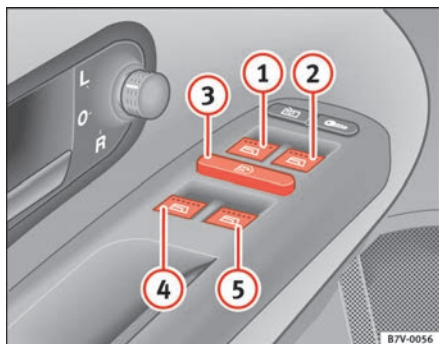

Abb. 64 Ausschnitt von der Fahrertür: Tasten für die vorderen und hinteren Fensterheber
- Drücken Sie die Taste ⇒ Abb. 64 ①, ②, ④ oder ⑤, um das jeweilige Fenster zu öffnen.
Mit dem Sicherheitsschalter ⇒ Abb. 64 ③ in der Fahrertür können die Fensterheber-Tasten in den hinteren Türen außer Funktion gesetzt werden.
Abb. 64  und  haben zwei Stufen zum Öffnen und zwei zum Schließen der vorderen Fenster. Dadurch ist es einfacher, die Öffnungs- und Schließvorgänge zu kontrollieren.